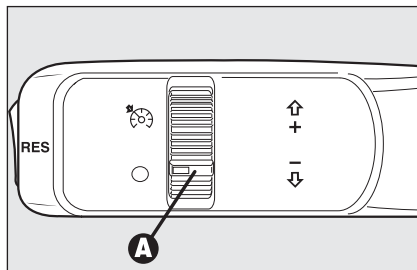

fig. 57
Tourner la bague **A-fig. 57** sur .
- tourner la bague **A-fig. 57** sur  et appuyer sur la pédale de l'accélérateur jusqu'à atteindre la vitesse souhaitée;
- ❑ en tournant la bague **A-fig. 57** sur **O**;
En cas de fonctionnement défectueux ou de panne du dispositif, tourner la bague A-fig. 57 sur O et s'adresser aux Services Agréés Alfa Romeo après avoir vérifié l'intégrité du fusible de protection.